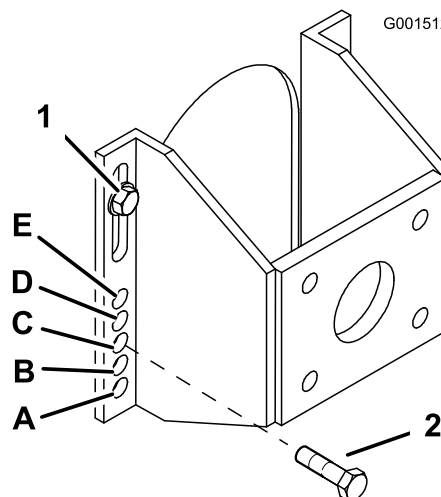

Figure 20
5. Desserrez, mais n'enlevez pas, les 2 boulons d'essieu supérieurs (Figure 20).
6. Enlevez les 2 boulons d'essieu inférieurs (Figure 20).
7. Élevez ou abaissez le support de fixation pour insérer les 2 boulons de réglage d'essieu dans le trou voulu (Figure 20). Vous pouvez utiliser un pointeau conique pour faciliter l'alignement des trous.